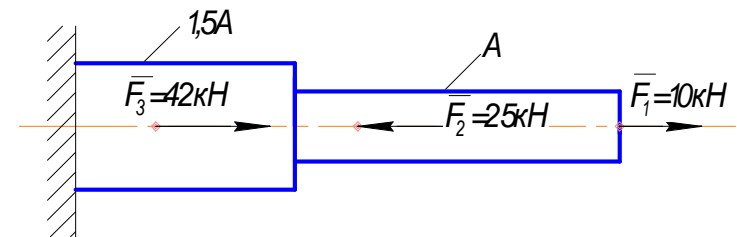

Рис.2.6
2.11. Для бруса на рис.2.6 определить необходимую площадь сечения А из условия прочности при $[\sigma] = 160 \text{ МПа}$. Сохранить конструктивную форму бруса.